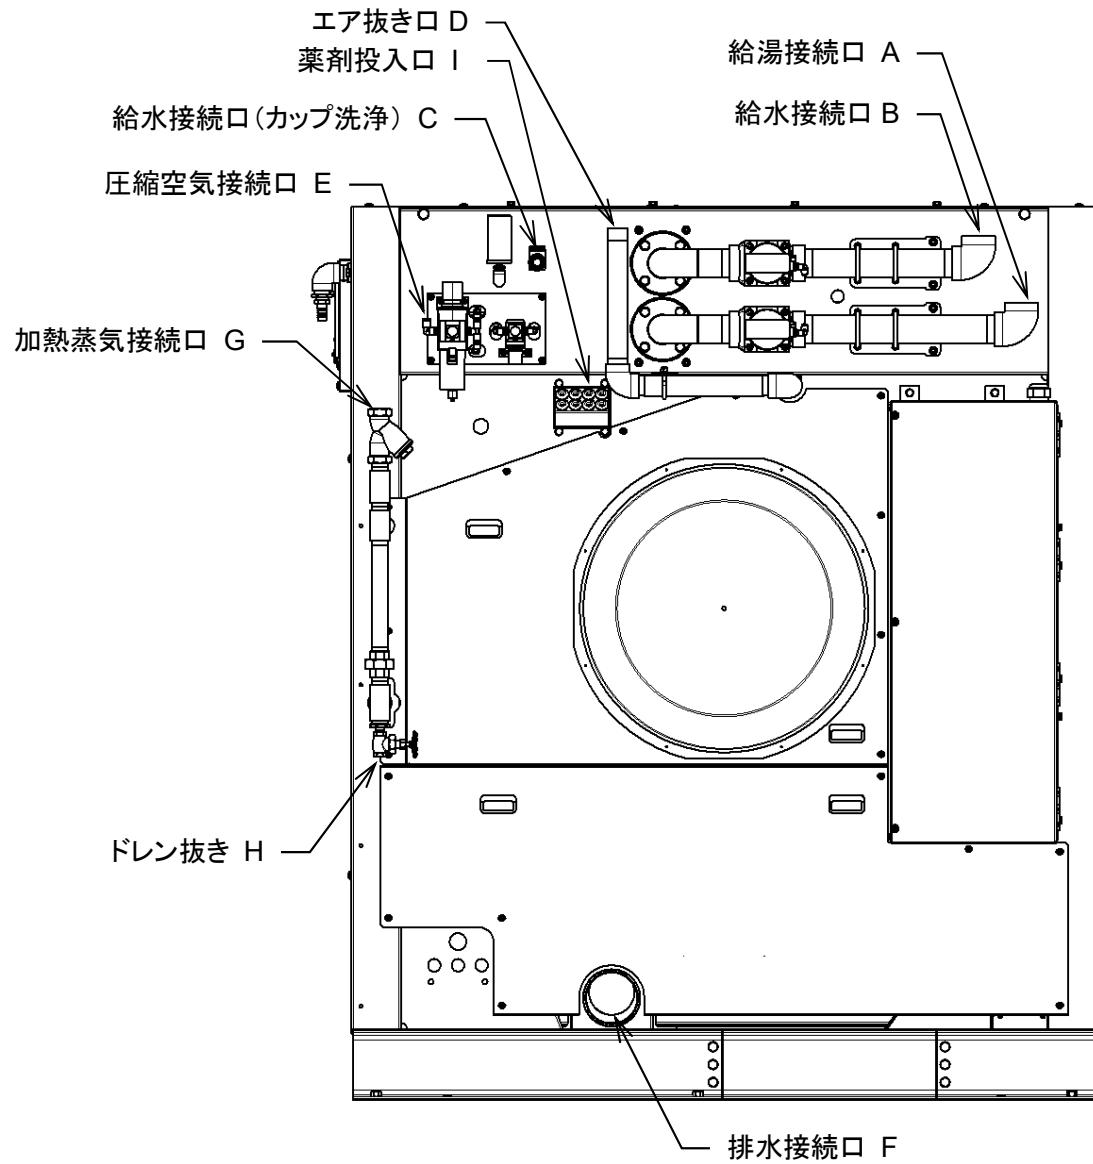

図 5-1
- ・給水接続口 A に配管を接続します。(図 5-1)
- ・給湯接続口 B に配管を接続します。(図 5-1)
- ・給水接続口 C に配管を接続します。(図 5-1)
- ・圧縮空気接続口 E (φ10mm)に配管を接続します。(図 5-1)
- ・圧縮空気接続口 D に接続します。(図 5-1)
- ・排水接続口 F に配管を接続します。(図 5-1)
- ・加熱蒸気接続口 G に配管を接続します。(図 5-1)
- ・ドレン抜き H にホースを接続しバルブが開放されても蒸気により、機材への損害、人への傷害を招かない場所に配管すること。(図 5-1)
- ・投入口 I は最大 8 本までのホースを差込むことができます。(図 5-1)